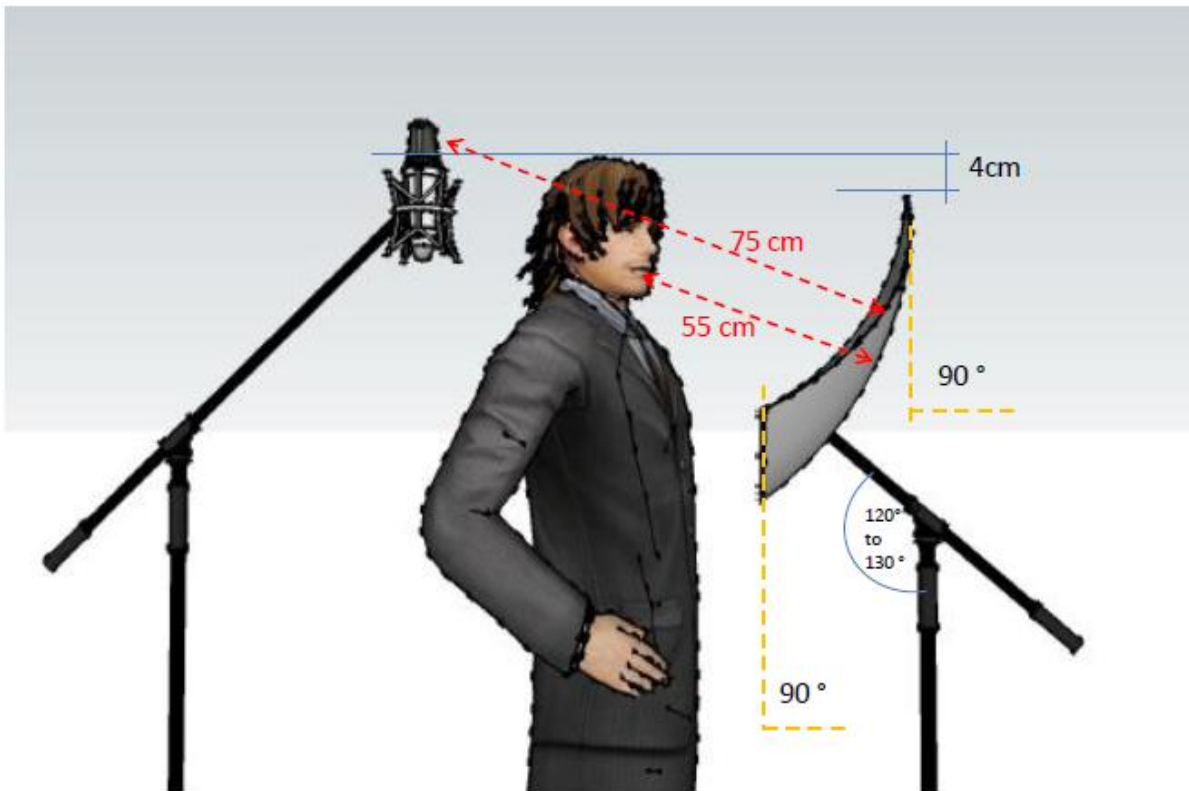

Fig. 3
Qualora si voglia registrare con un microfono l'effetto sulla voce, prodotto dalla riflessione del Binel, posizionate un microfono dietro al capo del cantante: siete sempre nell'ovoide focale e così otterrete la massima captazione dei suoni puliti. **(Fig. 3)**
**7. Qualora vogliate registrare con microfono** il suono integralmente riflesso dal Bintel, dovete posizionare il microfono possibilmente stereofonico, oppure due microfoni incrociati a 90 gradi, dietro la testa del cantante, ad un'altezza opportuna (**Fig. 3**). Insieme al microfono **A** è possibile anche mixare il suono diretto di un secondo microfono **B** tradizionalmente direzionale (questo però non avrà un effetto di arricchimento del suono), posto davanti al cantante e poco sopra la punta superiore del Bintel (**Fig. 6**).